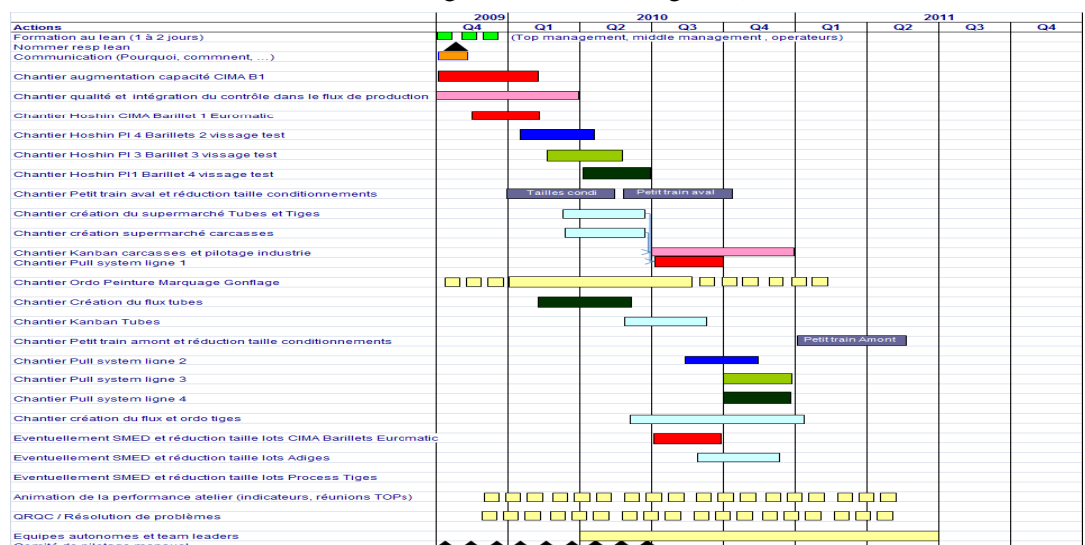

Figure 7
4. Une fois la capacité de changement de l'organisation évaluée, il reste à dresser le **plan de travail de l'usine** et/ou de la ligne modèle (voir figure 7).